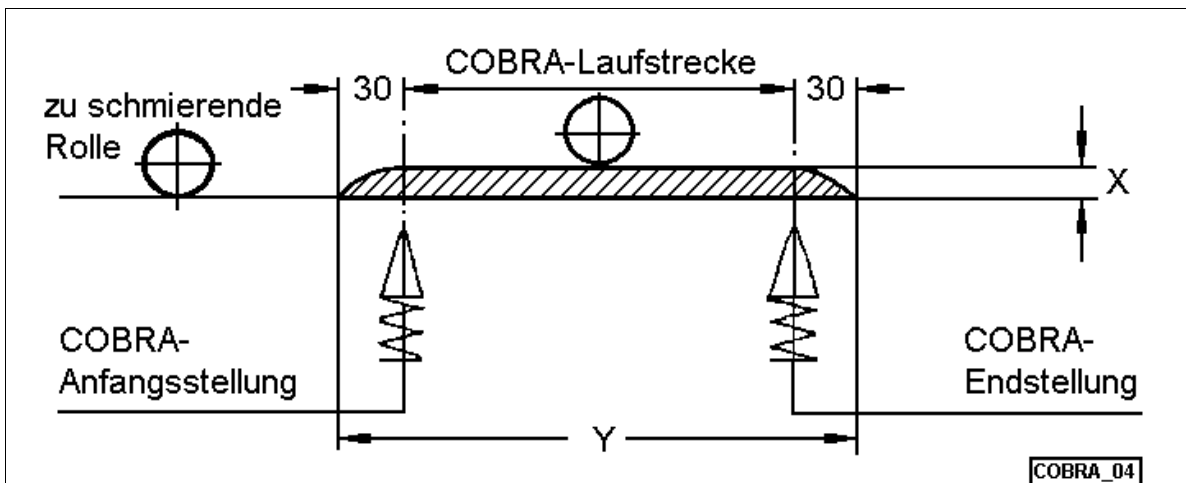

Bild 4: Anheben der Rollenlauffläche
- zum Ausgleich von starken Höhenschwankungen der Rollen (z.B.: Rollen heben in steifen Kettengliedern von der Lauffläche ab): Anheben der Rollenlauffläche gemäß Bild 4; dabei zu beachten: